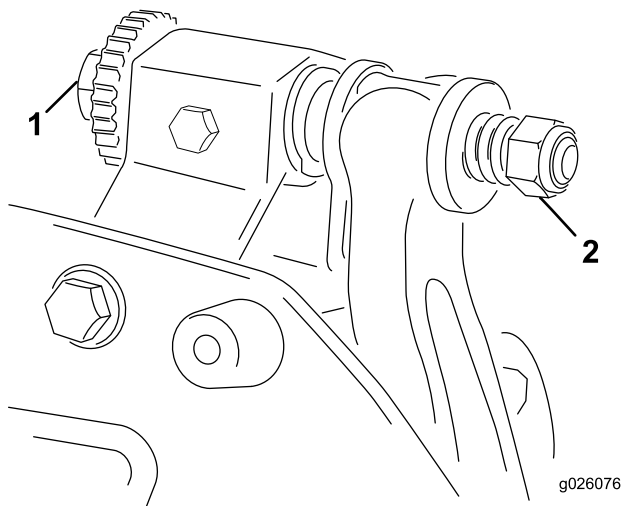

図 10
2. ベッドナイフとリールが見えるようにカッティングユニットを立てる。ユニットについているベッドバー調整ねじのナットが床に当たっていないことを確認する。 **図 10**。